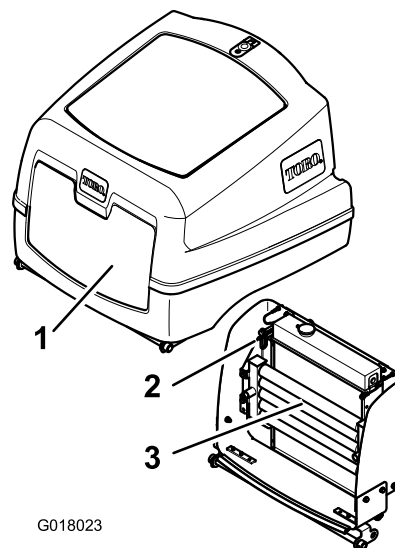

Bild 59
4. Lösen Sie den Riegel und öffnen Sie die Motorhaube (Bild 59).